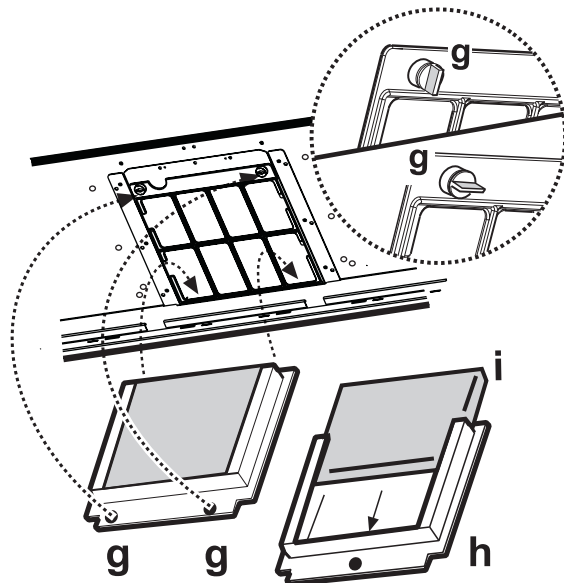

Fig. 2
2. Retirez le cadre de maintien du filtre en tournant les boutons de 90° (g - Fig. 2).
3. Montez le filtre au charbon (i - Fig. 2) à l'intérieur du cadre (h - Fig. 2).